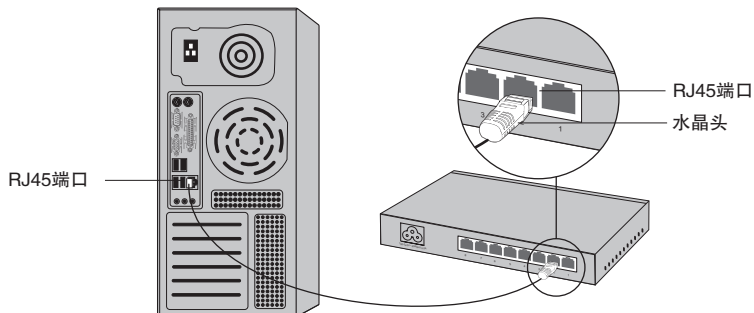

图3-1 交换机连接线缆示意图
1. 将网线一端连接到交换机，另一端连接到对端设备，如图3-1所示。